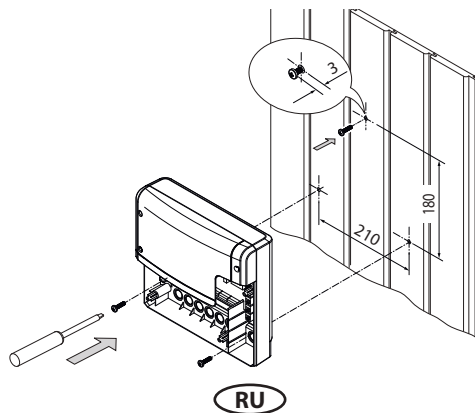

Рис. 2
2. В верхнее среднее отверстие вкрутите один из шурупов. На этом шурупе закрепляется силовой блок. Для этой цели оставьте винт выступающим на 3 мм (подробно на рис. 2).